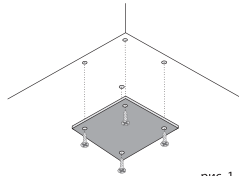

рис. 1
1. Прикрепите декоративные ножки (если они входят в комплект изделия) к основанию тумбы шурупами 3\*16 мм или крепежными винтами в просверленные технологические отверстия (рис. 1).